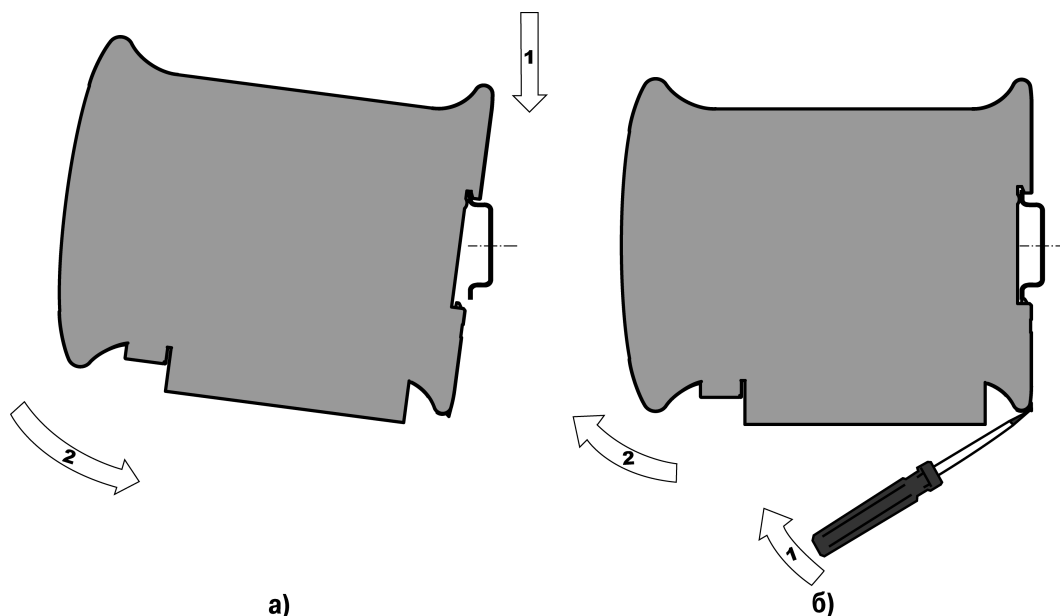

Рисунок 1.4
- В проушину защелки вставляется острое отвертки (см. рисунок 1.4 (б)),